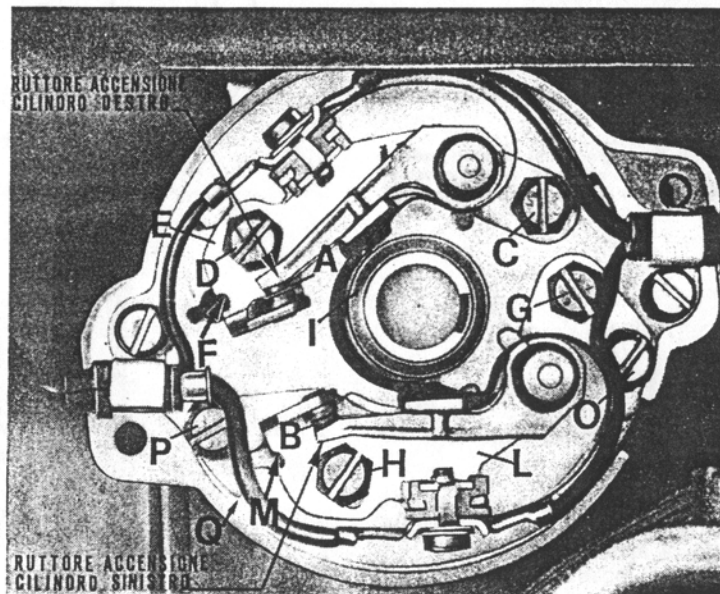
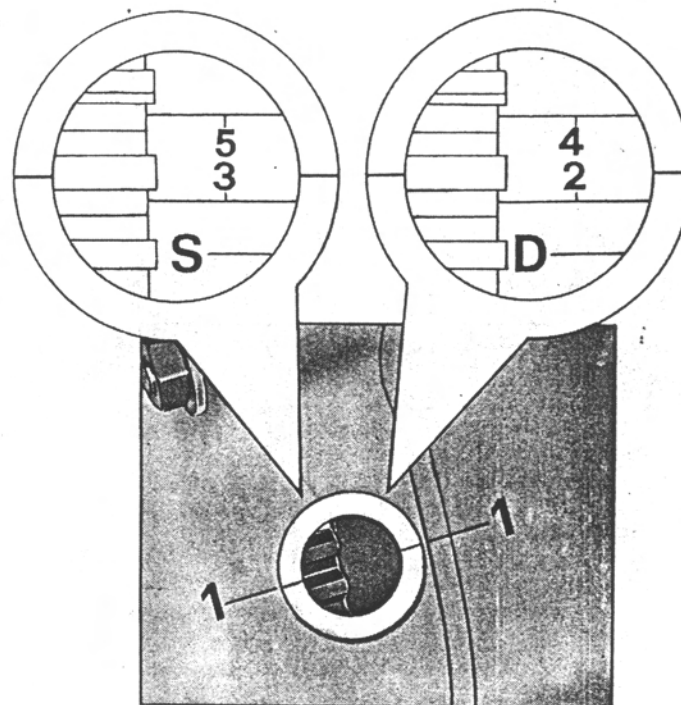

Fig. 19
Fig. 20
(vedere fig. 19)
CONTROLLO E REGOLAZIONE MESSA IN FASE DELL'ACCENSIONE (AITICIPO FISSO) (ved. fig. 19 e 20)
- Per il controllo dell'inizio apertura contatti ruttori (« A » e « B » di fig. 19) è consigliabile l'impiego di apposita apparecchiatura ad indicazione luminosa da inserirsi tra il morsetto di alimentazione del ruttore in esame e la massa.
Fase cilindro destro (vedere fig. 20):
- Ruotare il volano in senso orario sino a superare di circa mm 15 il segno sul volano, indicato in fig. 20, con il N° « 2 » (anticipo fisso), indi riprendere lentamente il senso di rotazione antiorario sino a far coincidere perfettamente il segno « 2 » (anticipo fisso) con il segno « 1 » sul bordo del foro di controllo. Questa operazione si rende necessaria per recuperare i giuochi fra i denti degli ingranaggi. In queste condizioni il segno di anticipo fisso d'accensione « 2 » si trova a 13° dal P.M.S. (« D ») e quindi all'inizio dell'apertura dei contatti del ruttore (« A » di figura 19).
Fase cilindro sinistro (vedere fig. 20):
- Ruotare il volano in senso orario sino a superare di circa mm 15 il segno sul volano, indicato in fig. 20 col « 3 » (anticipo fisso), indi riprendere lentamente il senso di rotazione antiorario sino a far coincidere perfettamente il segno « 3 » (anticipo fisso) con il segno « 1 » sul bordo del foro di controllo. Questa operazione si rende necessaria per recuperare i giuochi fra i denti degli ingranaggi. In queste condizioni il segno di anticipo fisso d'accensione « 3 » si trova a 13° dal P.M.S. (« S ») e quindi all'inizio dell'apertura dei contatti del ruttore (« B » di figura 19).
N.B. - Se i contatti dei ruttori (« A » e « B » di fig. 19) non si aprono ai segni indicati bisogna procedere alla regolazione della fase.
- Allentare le viti di fissaggio corpo ruttore al basamento e ruotare il corpo stesso a destra o a sinistra in modo che l'inizio apertura dei contatti avvengano quando il segno « 2 » di fig. 20 (anticipo fisso) riportato sul volano coincide con il segno « 1 » sul bordo del foro di controllo. Per ottenere la coincidenza dei segni, attenersi alla descrizione riportata al capitolo « Controllo e regolazione messa in fase dell'accensione ».
- Seguendo le istruzioni indicate nel capitolo « Controllo e regolazione messa in fase accensione » relative al cilindro sinistro (ruttore « B » di fig. 19) far coincidere il segno sul volano indicato con il « 3 » sulla fig. 20 con il segno « 1 » sul bordo del foro di controllo.
- Allentare le viti « O » e « P » (fig. 19) fissaggio piastra mobile porta contatti ruttore « B » e agendo sulla tacca « Q », ruotare opportunamente in modo da ottenere l'inizio di apertura dei contatti del ruttore « B ».
(vedere fig. 20 e
Sul volano sono stampigliati i segni di riferimento «D» e «S» e tracciati i segni indicati nella fig. 20 con i numeri «2» - «3» - «4» e «5».